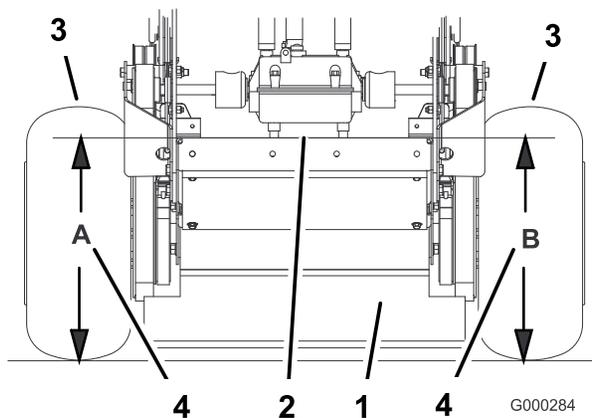

Figure 63
4. Mesurez la hauteur du plancher moteur au point A (Figure 63).
5. Mesurez la hauteur du plancher moteur au point B (Figure 63).